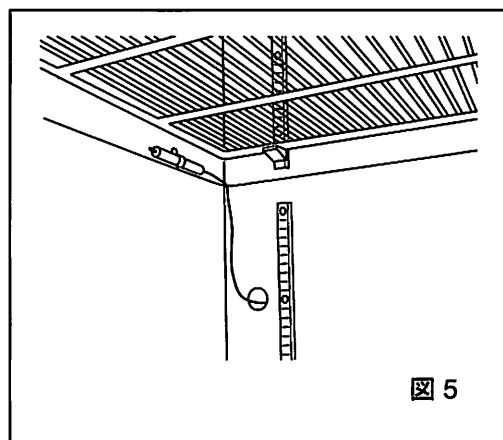

図5
7. 自記温度記録計の感温部を図5のように内壁の指定場所(網棚の下部)に、付属のナイロンクリップ(2個)を使用して固定してください。
5. P.23 の図 5 を参考にして、自記温度記録計の感温部を網棚の下側に固定します。